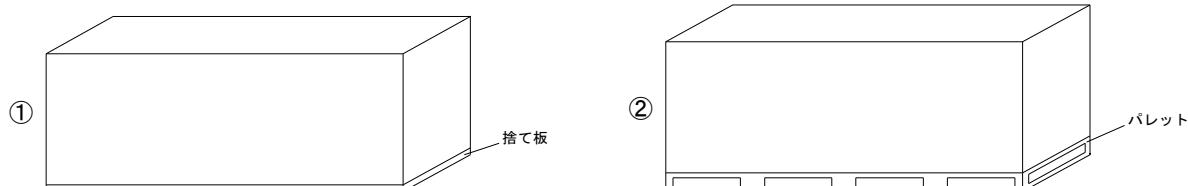

図1 THHTネクスト保管概略図
- ・THHTネクストの保管は、波打ちや反りを防止するため高さのそろった台上にボードの縁が台からはみ出ないようにしてください(図1参照)。また、各山の一番上のボードは裏面を上面とし、保管する場合は、必ずパレット積みしてください。